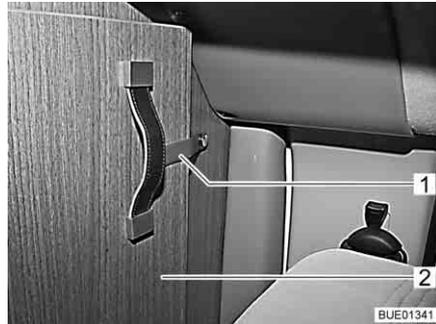

Bild 41 Sicherheitsband
- Sicherheitsband (Bild 41,1) vom klappbaren Teil der Fahrerhausabtrennung (Bild 41,2) lösen.